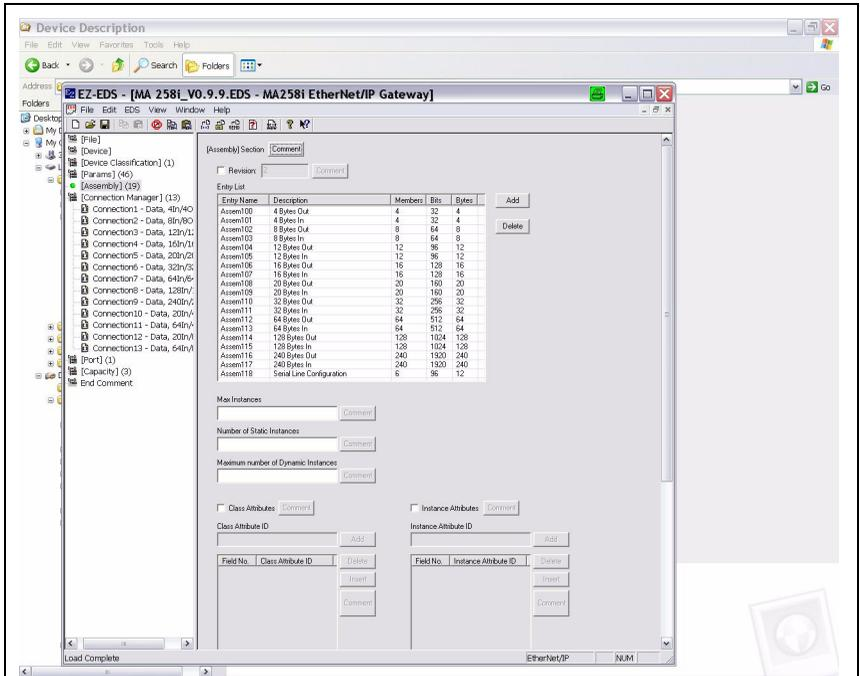

Bild 3.5: Assembly list
*) In Bild 3.5 sind die möglichen Datenlängen dargestellt, tatsächlich wählen Sie hier die zu Ihrer Anwendung passende Bytezahl aus. Empfehlungen hierzu erhalten Sie im Kapitel "Spezifikationen für Leuze Endgeräte" auf Seite 98.